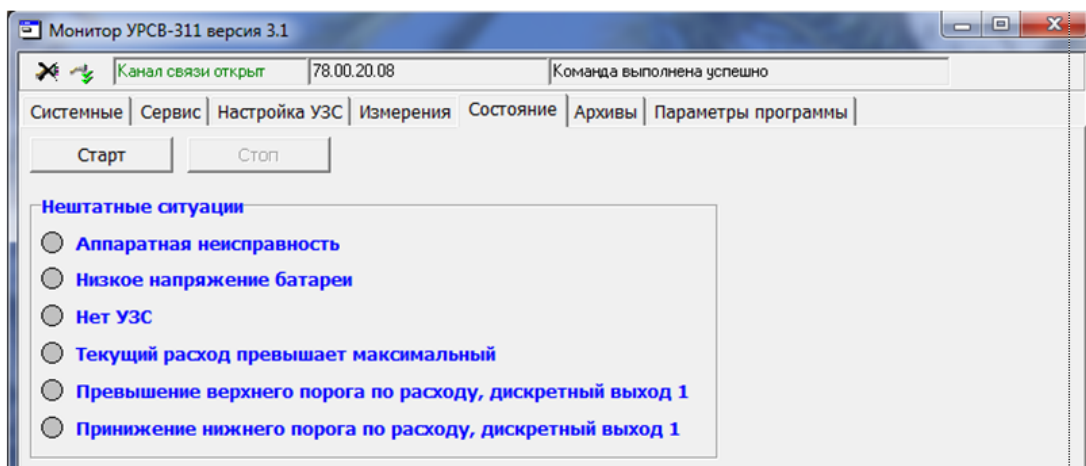

Рис.12. Вид вкладки «Состояние».
4.1.5. Текущее состояние расходомера (наличие / отсутствие нештатных ситуаций) индицируется на вкладке «Состояние» после нажатия на кнопку «Старт» (рис.12).